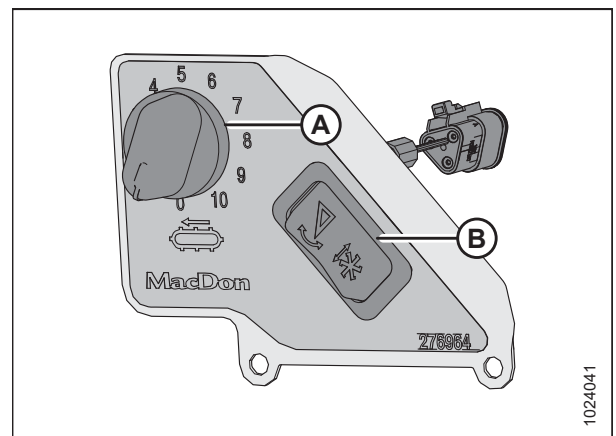

Figura 3.204: Comanda de viteză a transportorului cu bandă lateral din cabină
Comutatorul (B) din Figura 3.204, pagina 175 permite operatorului să comute între comenzile de înclinare a hederului și cele pentru poziția față-spate a rabatorului. Pentru instrucțiuni privind comenzile, consultați Reglarea unghiului hederului din combină, pagina 146.